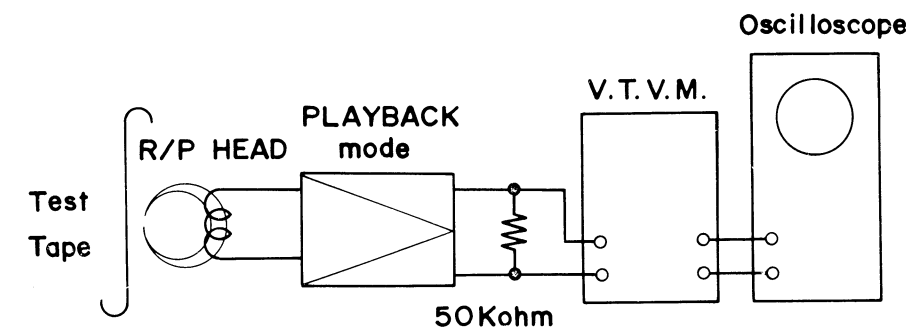

Fig. 28
10. TEST TAPE PLAYBACK FREQUENCY CHARACTERISTIC (Refer to Fig. 28)